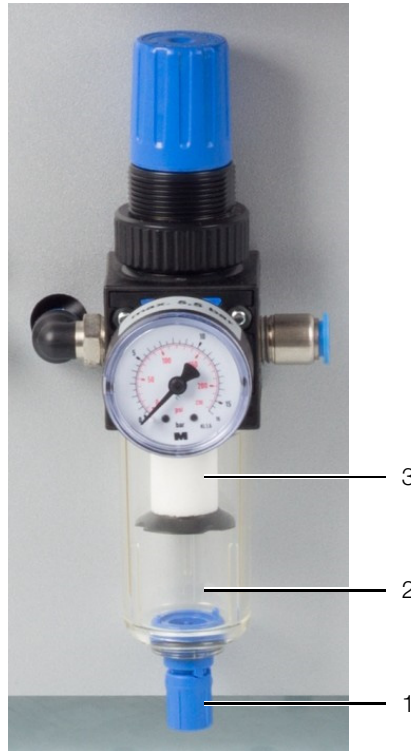

Fig. 24: Unità di manutenzione aria compressa
- Per scaricare la condensa, spingere verso l'alto il tappo di scarico (fig. 24, pos. 1).
- Per sostituire il filtro, svitare il serbatoio della condensa (fig. 24, pos. 2) ed estrarre il filtro (fig. 24, pos. 3).